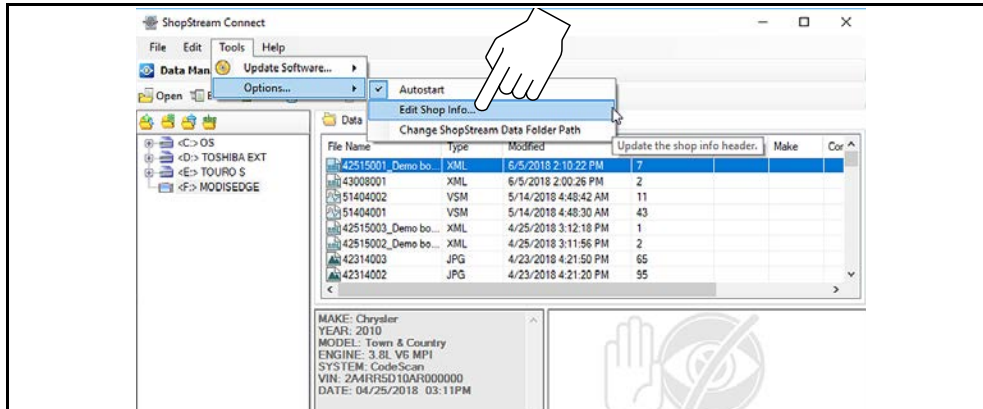

Abbildung 6-12
1. Rufen Sie in ShopStream Connect Extras > Optionen > Werkstattinfo bearbeiten auf (Abbildung 6-12).